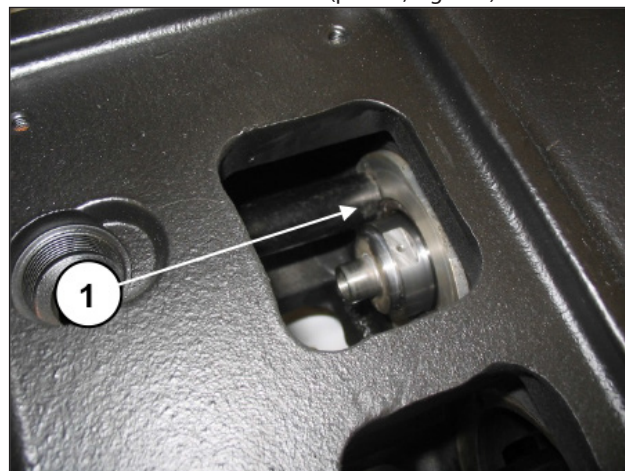
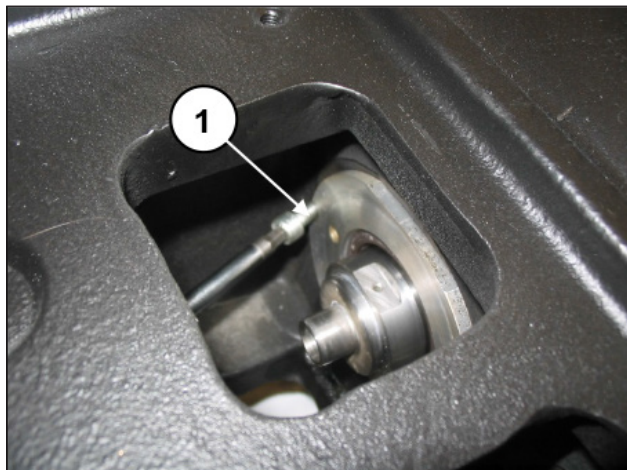

Fig. 119
Fig. 120
Comprobar que la tapa entre a fondo en el alojamiento (pos. ①, Fig. 119) sin dañar el labio del retén. Fijar las tapas de retención con 2 tornillos M6x14 (pos. ①, Fig. 120).